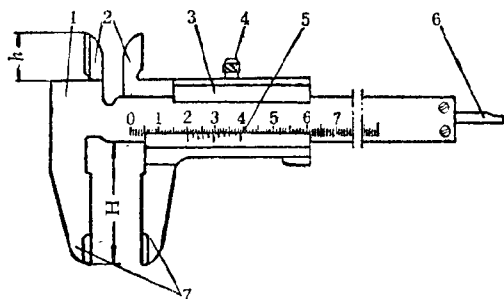

图4 测量范围为0~125毫米的游标卡尺：
在这样地排列中，有两点是值得注意的：第一， $cd, ef, gh, \dots$ 的距离，依次地增加 0.5 厘米，因此不管木块是多长，只要这个差数很小，那末每次所增加的长度也就很小。第二，假如两组木块的总长度相等，必然会出现一个机会，两组木块的某一对边缘互相对齐，同时较短木块的数目一定比长的木块多出一个，这是很自然的道理。比如在图 4 中，六块长木块等于七块短木块。即 $6 \times 3.5 = 7 \times 3 = 21$ 厘米。
1. 测量范围为0~125毫米的游标卡尺，制成为带有内外量爪和测量深度用的深度尺（图4）。
游标卡尺的主要构成部件是: 具有一个 (或两个) 固定量爪的主尺和具有一个或两个量爪的游框及游标尺。图 4 是带有双面量爪 (内外量爪) 和测深尺的游标卡尺; 它的外量爪用来测量外径、长度和宽度, 内量爪用来测量内径, 它的尖端也可以用来划綫。这种卡尺还带有测量深度的直尺, 它固定在游框的背面, 能随着游框在主尺的导向凹槽中移动。测量深度时, 应该把主尺尾部的端面压在工件的作为测量基准的平面上。所以这种游标卡尺的用途很广, 可以测量工件的深度、内径、外径及细颈工件的颈部尺寸等。